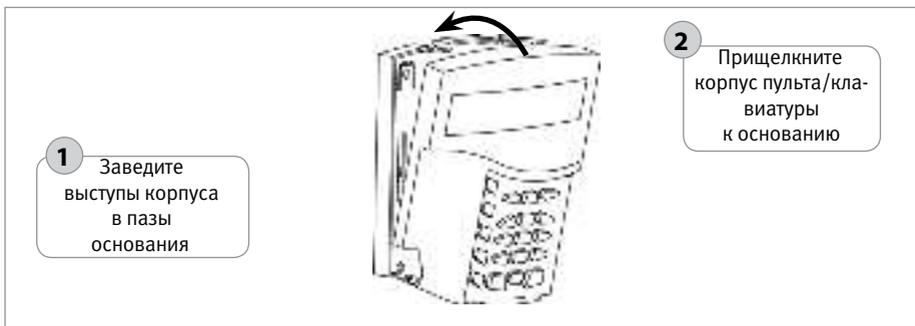

Рисунок 7. Установка корпуса пульта «С2000М»
8. Установите корпус пульта/клавиатуры на основание в последовательности, указанной на рис. 7 – 9.